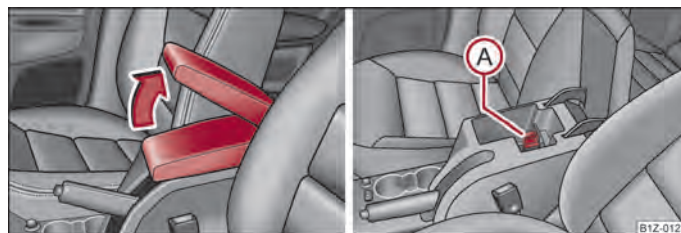

Fig. 84 Accoudoir : Vide-poches/Refroidissement du vide-poches
- Ouvrez le couvercle de l'accoudoir dans le sens de la flèche ⇒ fig. 84 - à gauche.